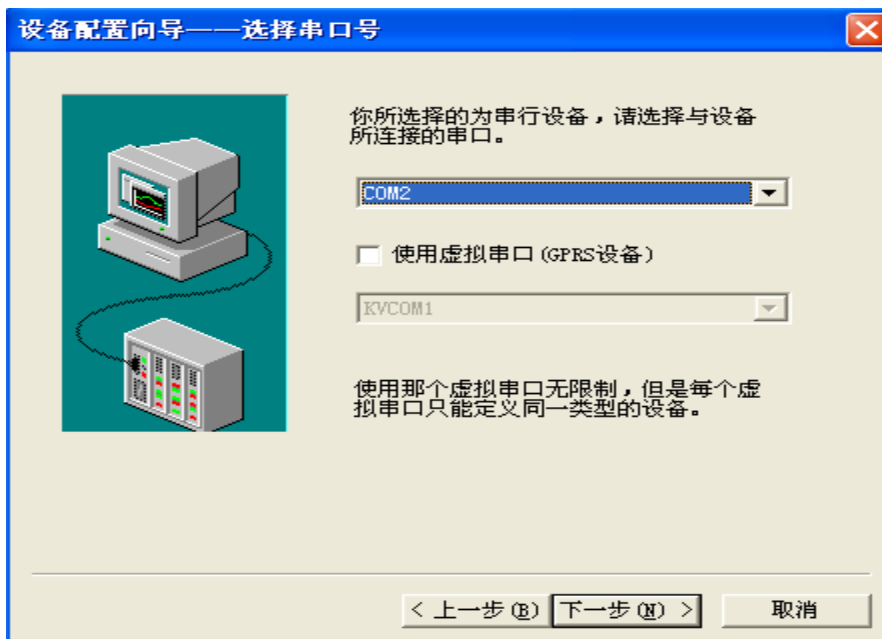

图 2-21
3、为仿真 PLC 设备取一个名称，如：新 IO 设备，单击“下一步”弹出连接串口对话框，如图 2-21 所示。